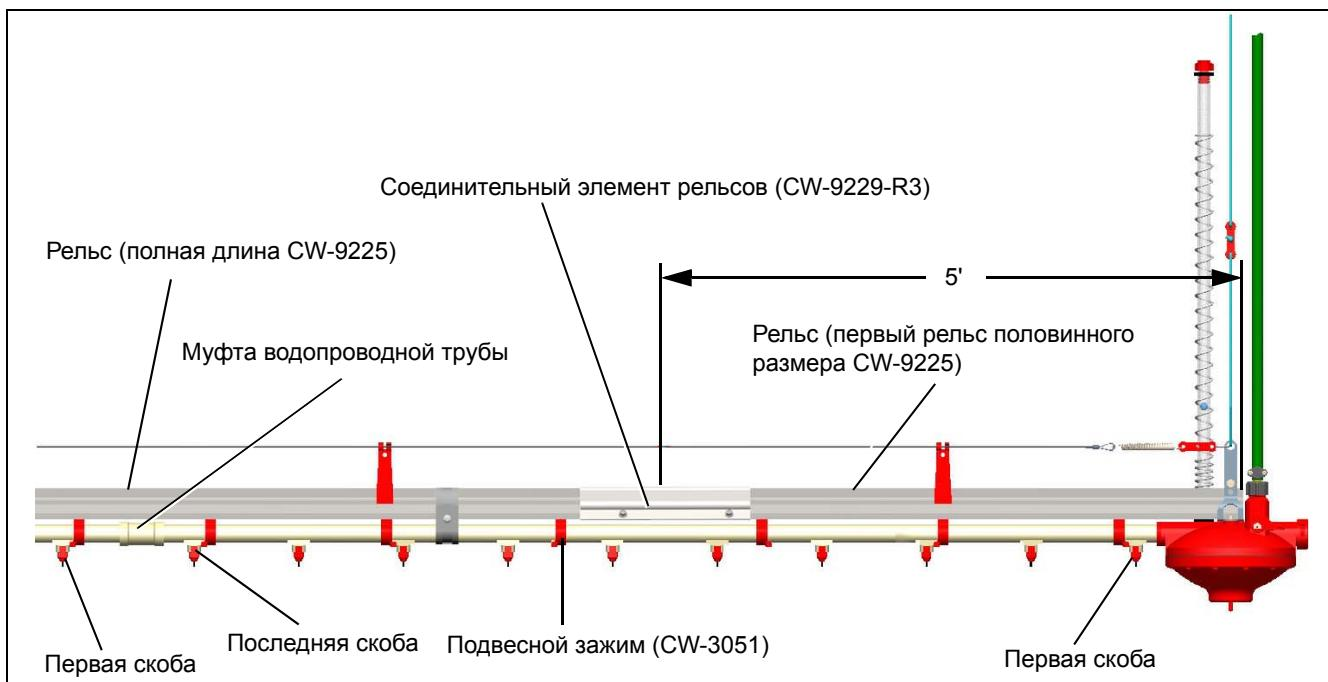

Рисунок 7B Установка алюминиевого рельса, начиная с отрезка длиной 5'.
6. Подвесьте рельсовую опору на удобной для работы высоте, обернув подвесные шнурья вокруг опорной трубы и временно завязав их. (см. рисунок 7B.)